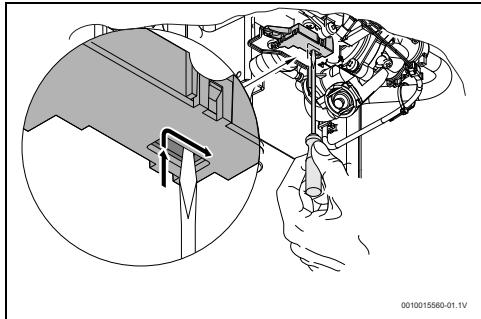

Bild 29 Rücksetzen des Mikroschalters
- ▶ Mikroschalter gemäß Abb. 29 positionieren.